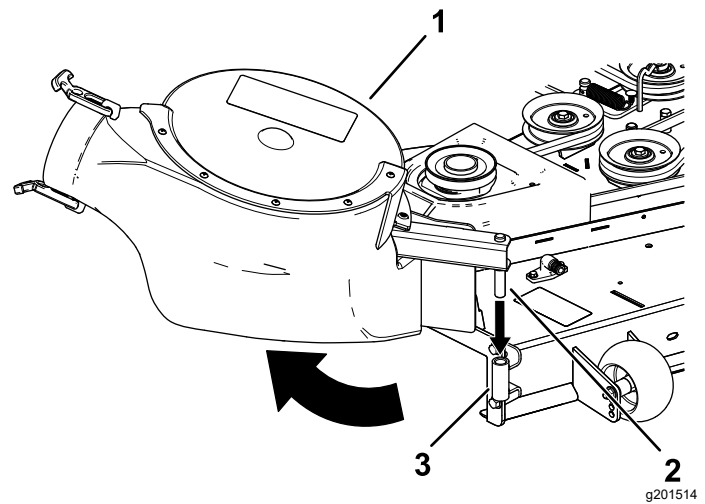

Figura 24
2. Inserite il perno girevole del soffiatore nel supporto del soffiatore e ruotate il gruppo soffiatore verso l'interno e verso la macchina (Figura 24).